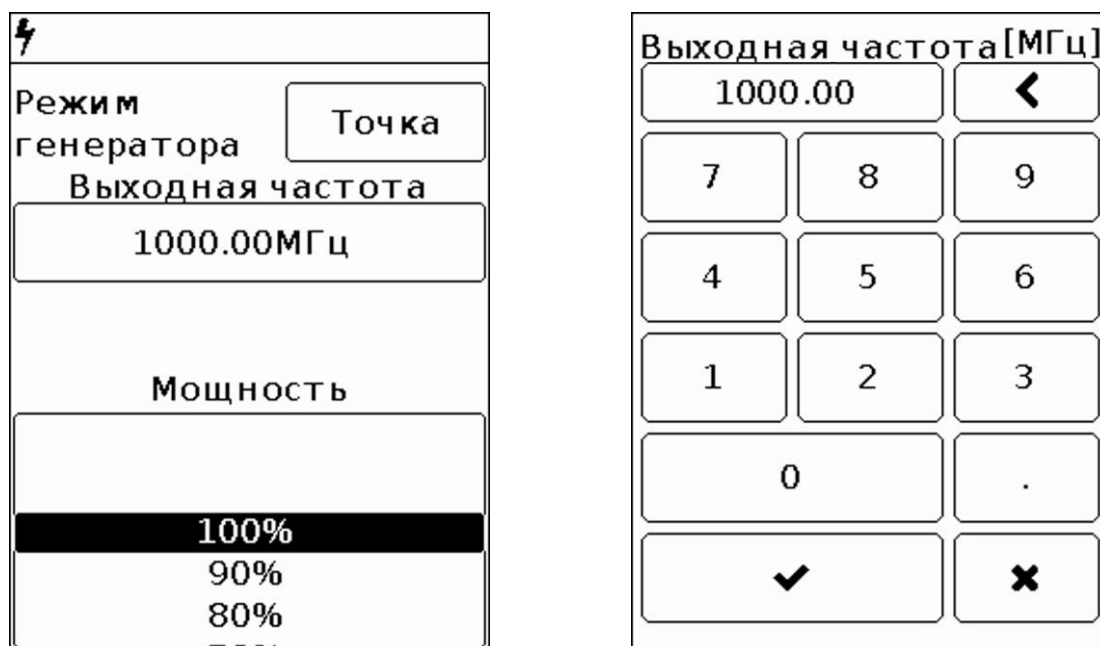

Рисунок 8.4.2 – Установка значения частоты и мощности сигнала в режиме «Точка»
8.4.1.1. В режиме работы «Точка» генератор формирует сигнал на заданной пользователем частоте (Рисунок 8.4.2).